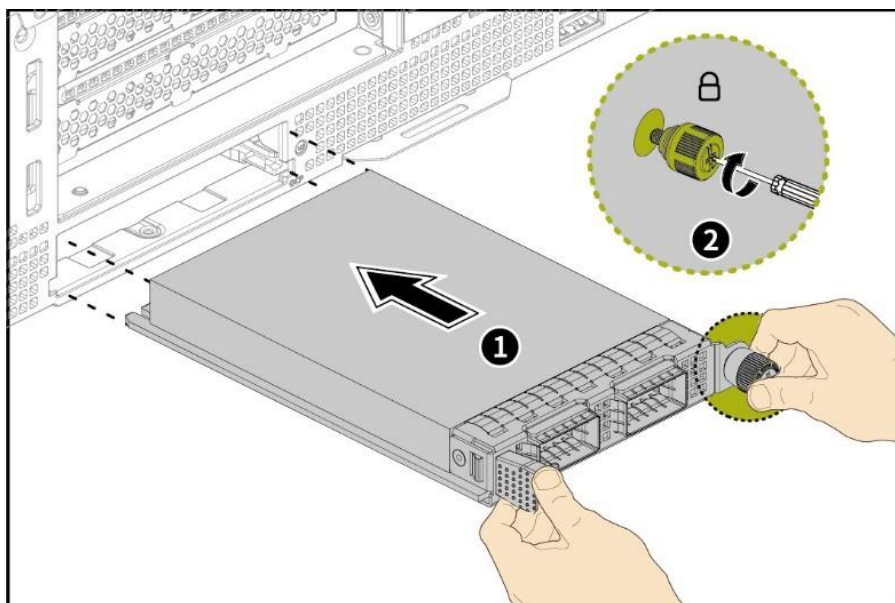

Рисунок 54 – Установка сетевой карты ОСР
- С помощью крестовой отвертки закрутите винт по часовой стрелке (см. рисунок 54).